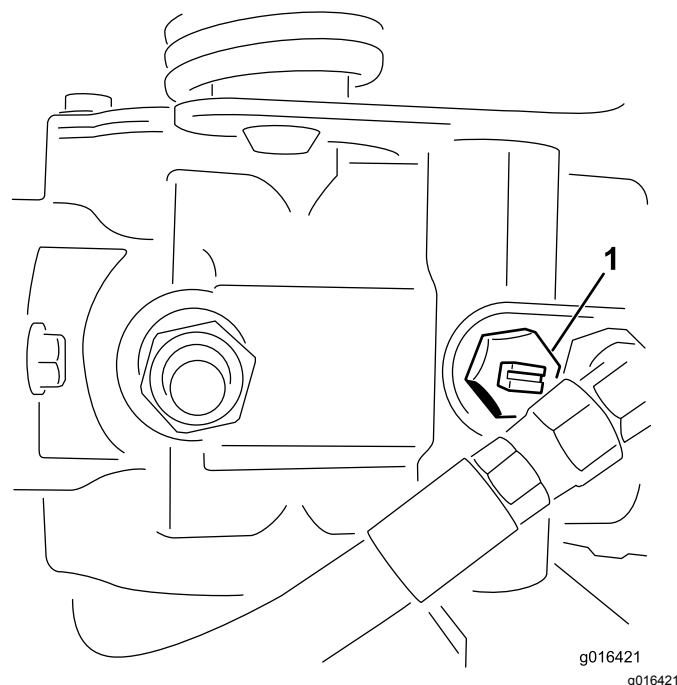

Figura 33
1. Localize a válvula de derivação na bomba e rode-a de forma a que a ranhura fique na vertical (**Figura 33**).
2. Antes de ligar o motor, feche a válvula de derivação rodando-a de forma a que a ranhura fique na horizontal (**Figura 33**).